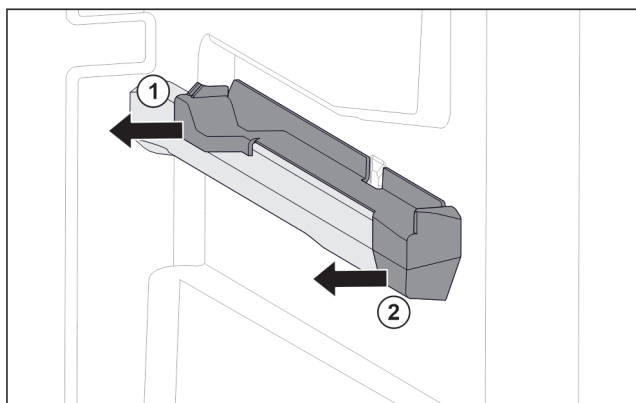

Fig. 103 Natični nastavek na desnemu nastavku za posodo
- ▶ Natični nastavek zadaj izvlecite v stran. Fig. 103 (1)
- ▶ Natični nastavek spredaj izvlecite v stran. Fig. 103 (2)